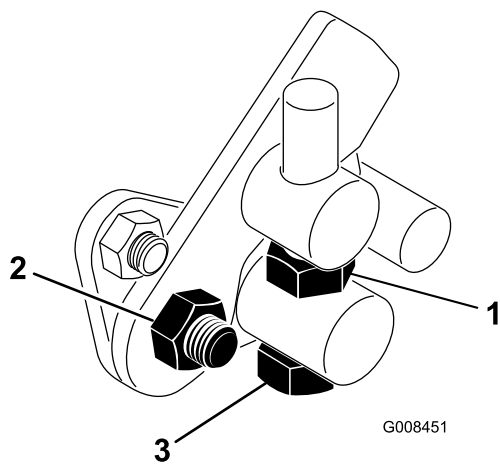

图41
4. 上紧枢轴螺栓上的锁紧螺母和踏板枢轴上的螺母，锁定调整（图41）。检查调整情况，并按需要调整。